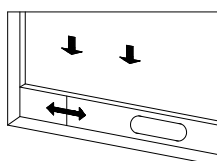

Figure 2
1. Ouvrez la fenêtre à moitié, puis installez le **kit de calfeutrage pour fenêtre** sur la fenêtre (voir **Figures 2 et 3**).